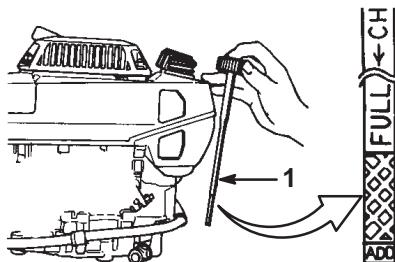

Bild 5
Stellen Sie vor jedem Einsatz sicher, dass der Ölstand zwischen den Marken **Add** [Nachfüllen] und **Full** [Voll] am Peilstab steht (Bild 5).
2. Reinigen Sie den Bereich um den Peilstab (Bild 5).
6. Lesen Sie den Ölstand am Peilstab ab (Bild 5).